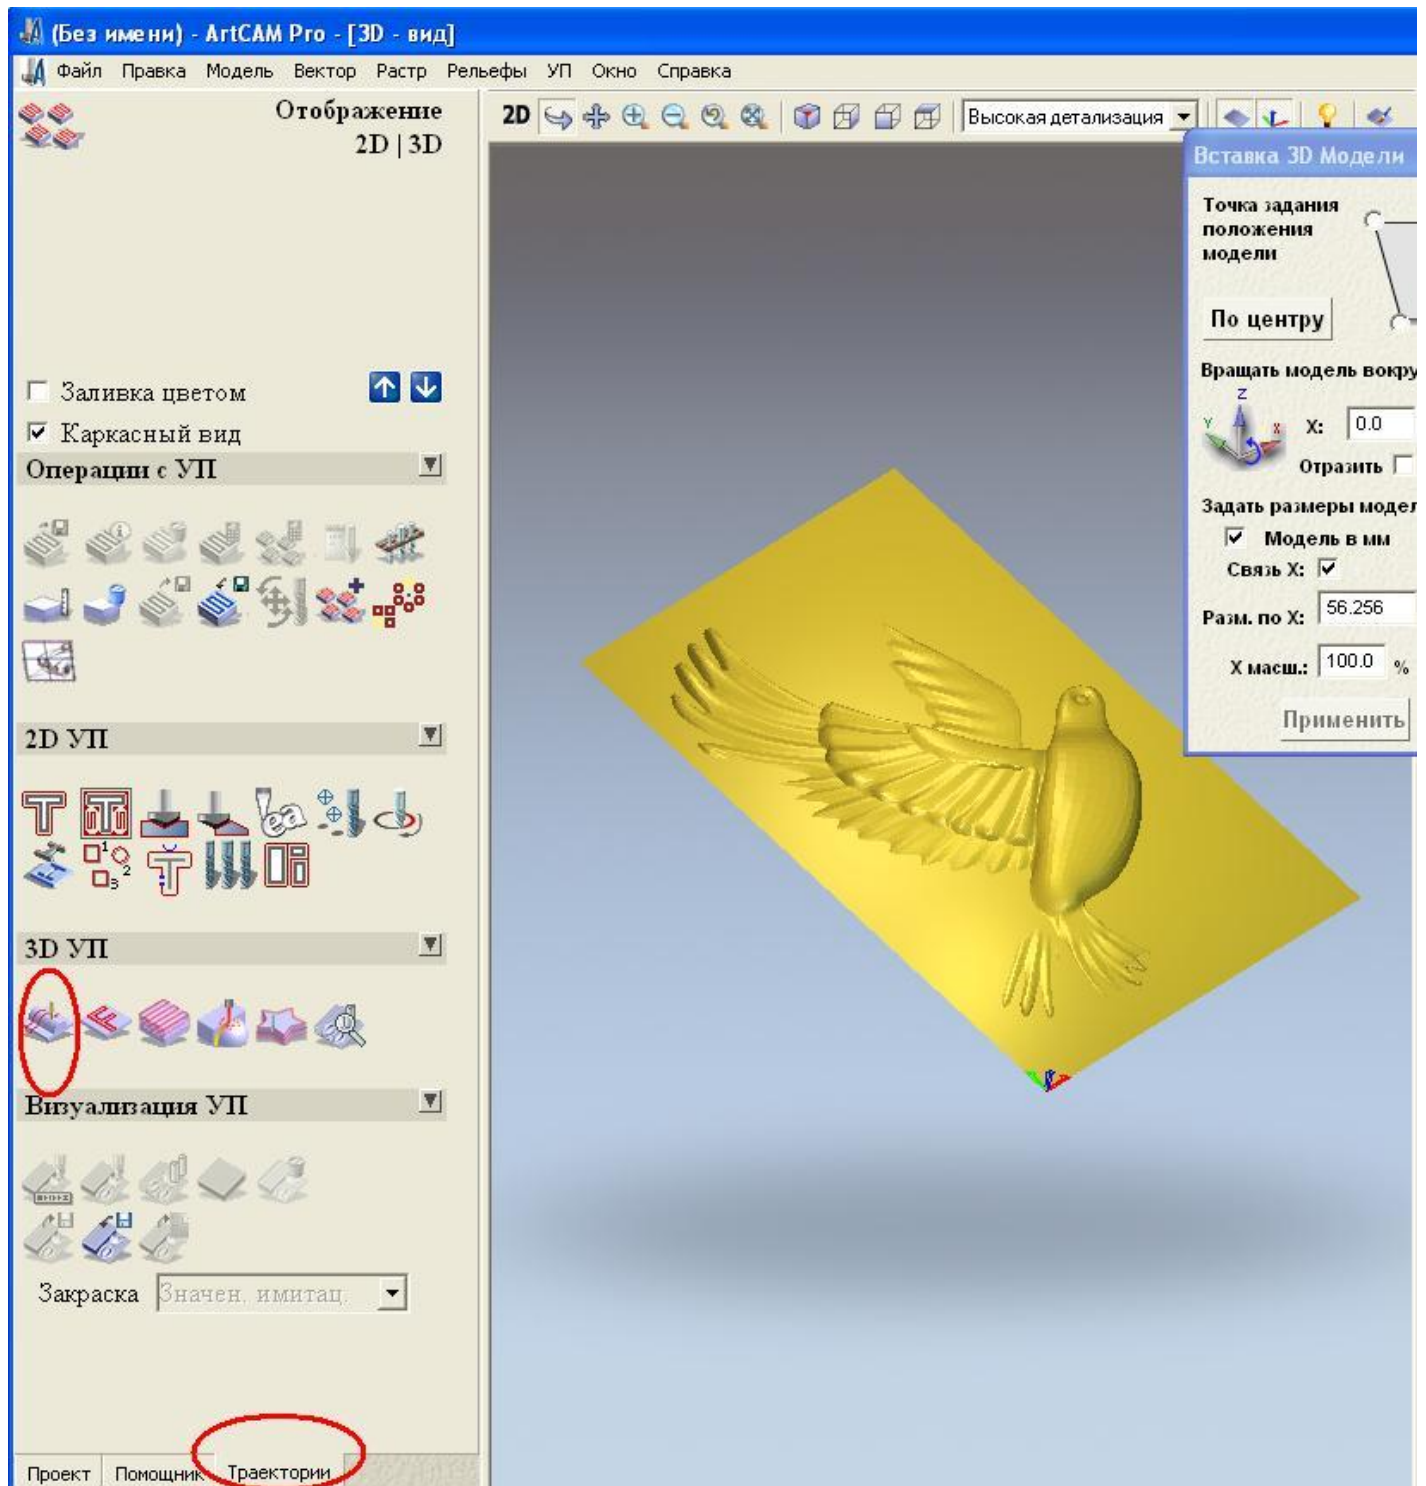

Рисунок 6
5. Переходим на вкладку «Траектории» и выбираем в поле «3D УП» «Обработка рельефа», рисунок 6